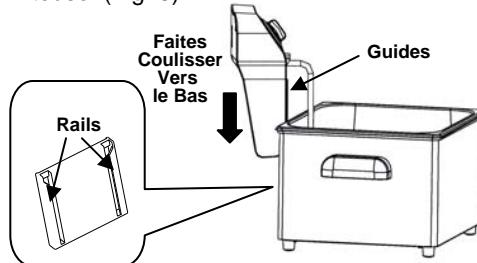

Fig. 4
- Insérez les guides du tableau de commande dans les rails montés sur le corps en métal. (Fig. 4)